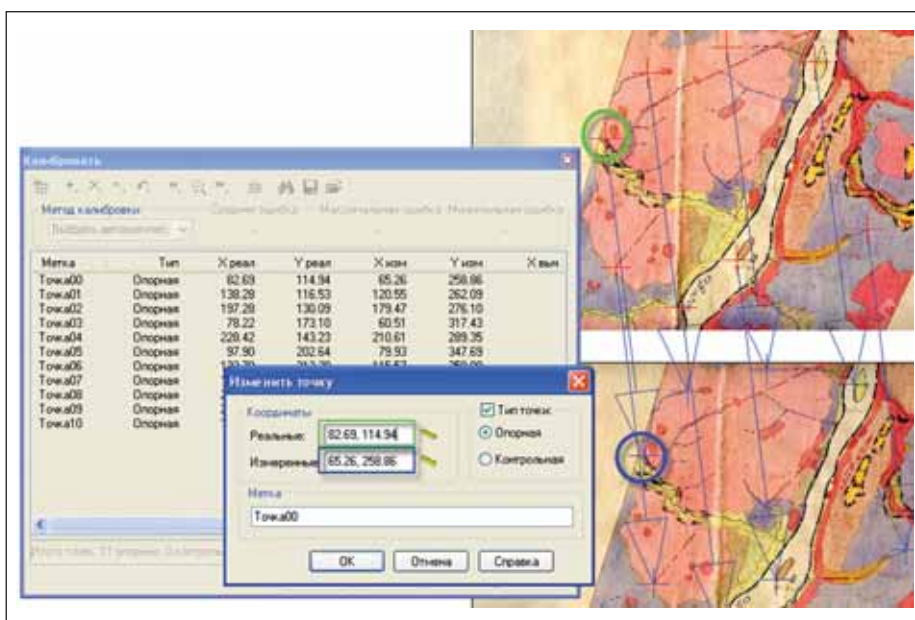

Рис. 15. Задание пар точек в команде *Калибровка*
- в диалоге команды *Калибровка* необходимо задать такое количество пар точек, которое необходимо для обеспечения точности состыковки фрагментов (рис. 15).